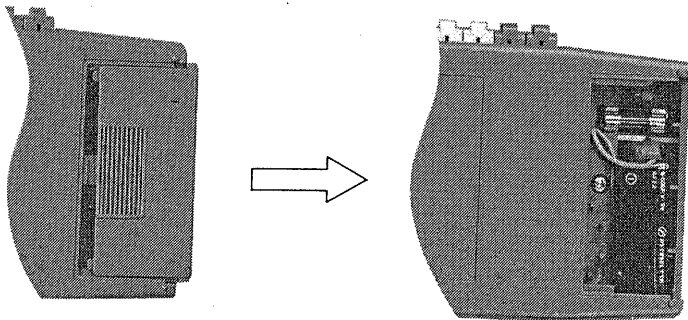

図 3-2
- (1) 電池が消耗して動作電圧以下になったとき、液晶表示器上に「B」のマークが点灯します。このような場合、速やかに電池の交換を行って下さい。
- (2) mA 端子および COM 端子間に過大な電流を印加した場合、ヒューズが溶断してマルチメータの本体を保護します。電流測定で測定ができない場合、ヒューズが溶断していることがありますので点検を行って下さい。
- (3) 電池の交換およびヒューズの点検交換は、次のように行います。電池カバーの「OPEN」とあるところを指で押し、矢印の方向へ押し出してカバーをはずします。電池は図 3-2 のように正しく収納して下さい。